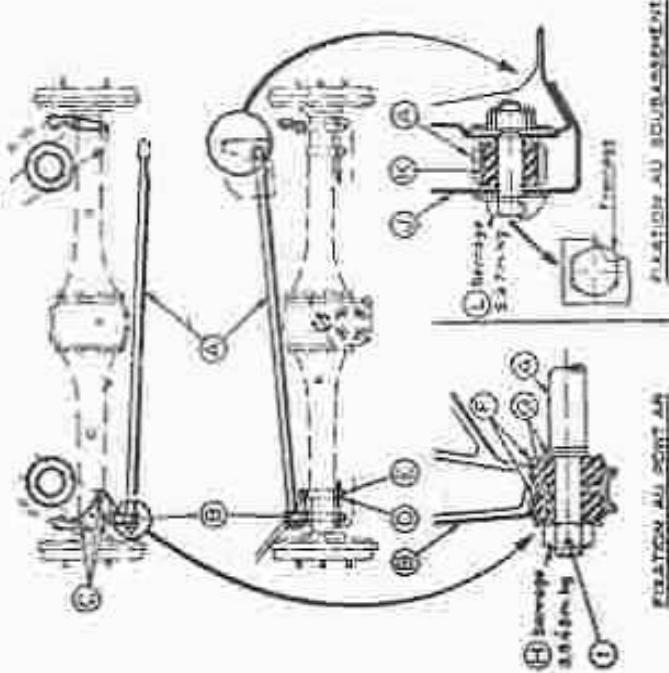

Fig. 61. — Montage de la barre stabilisatrice.
• Serrage des couplages pressostat : 5 à 7 m/kg sur cuisseau ; 3,5 à 6 m/kg sur pont AR (fig. 61).